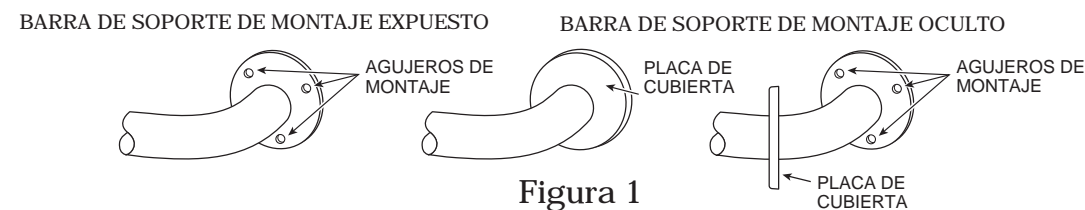

Figura 1
1. Saque la barra de soporte y las piezas del paquete. Si se usa la barra de soporte de montaje oculto, quite las placas de cubierta de los agujeros de montaje (vea la Figura 1).
12. Si usa la barra de soporte de montaje oculto, mueva las placas de cubierta sobre los agujeros de montaje y presione firmemente contra la pared (vea la Figura 1 en la página 5).